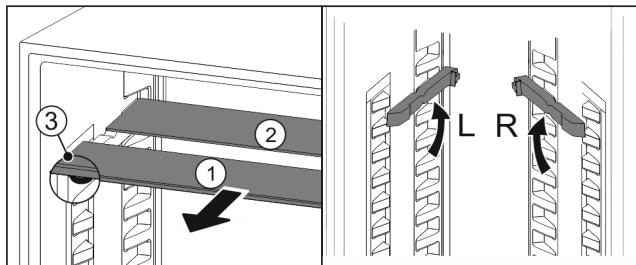

Fig. 83
- Издърпайте Fig. 83 (1) поотделно стъклените площи напред.
- Стъклената плоча Fig. 83 (1) с декоративната лайстна е отпред.
- Ограничителите Fig. 83 (3) сочат надолу.